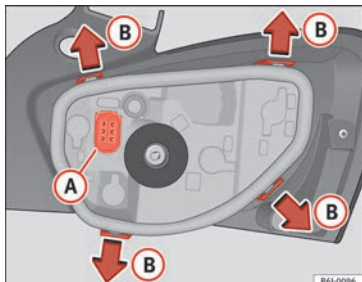

Fig. 106 Cambio de lámparas de las luces posteriores.
- Retire el portalámparas separándolo de la carcasa. Presione para ello las pestañas **B** en el sentido de las flechas » » fig. 106.